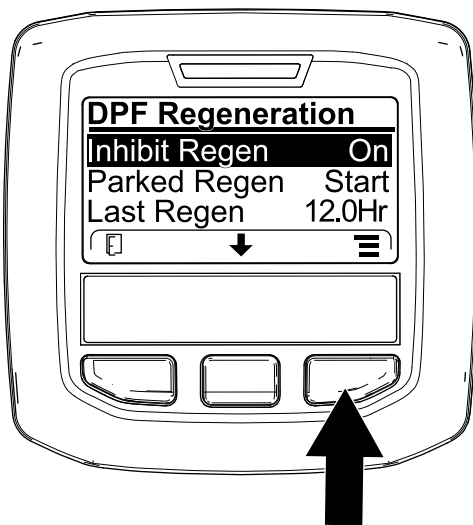
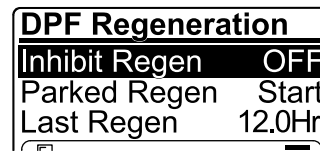

Bild 30
Bild 31
1. Navigieren Sie auf das Menü „DPF Regeneration“, drücken Sie die mittlere Taste und navigieren Sie auf die Option INHIBIT REGEN.; drücken Sie die rechte Taste, um den Eintrag „Inhibit Regen.“ auszuwählen (Bild 30).
2. Drücken Sie die rechte Taste, um die Einstellung für das Verhindern der Regenerierung von „On“ in „Off“ (Bild 30) oder von „Off“ in „On“ (Bild 31) zu ändern.